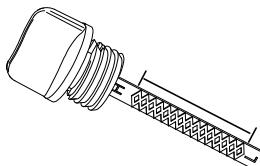

Figure 2-13. Plage de fonctionnement sûr
6. Voir **Figure 2-13**. Retirez la jauge et vérifiez que le niveau d'huile se situe dans la plage de fonctionnement sûr.